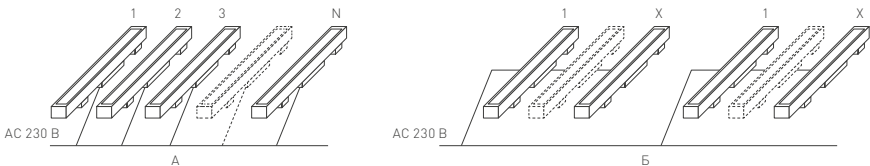

Рис. 2. Схемы подключения прожекторов [А — параллельное, Б — последовательно-параллельное].
- 3.3. Присоедините провода питания прожектора к обесточенной сети AC 230 В. Соблюдайте порядок подключения проводов: желто-зеленый — РЕ, «заземление», коричневый — L, «фаза»; синий — N, «ноль». Допустимые схемы подключения показаны на рис. 2.